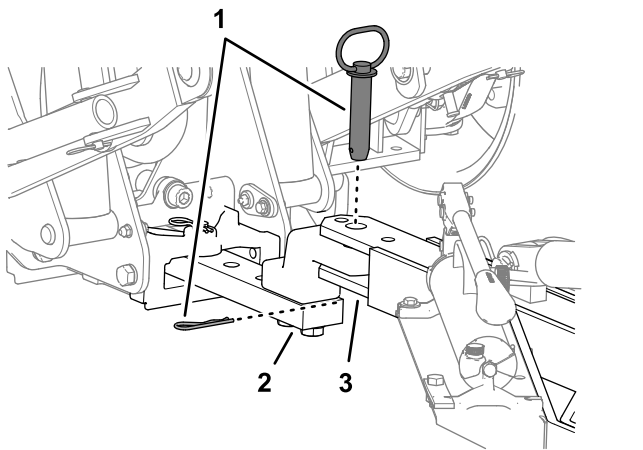

Figura 13
7. Alinee la barra de remolque del aireador con la barra de tracción de la unidad de tracción y utilice las fijaciones de enganche del vehículo para asegurar el aireador (Figura 13).